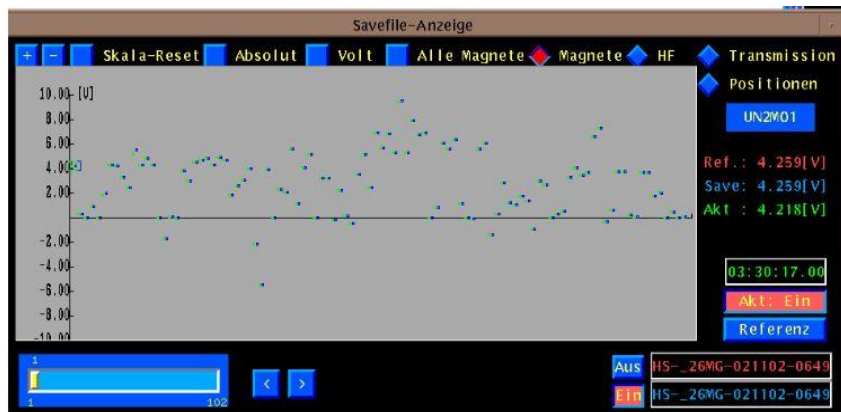

Bild 9: Datensatzvergleich
- Vergleichsansicht (Bild 9) zwischen: